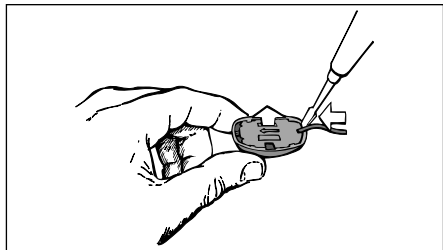

Abb. 8
1. Levare la piastra base dalla sua sede con un cacciavite, come indicato nella fig. 8, e sfilarla.